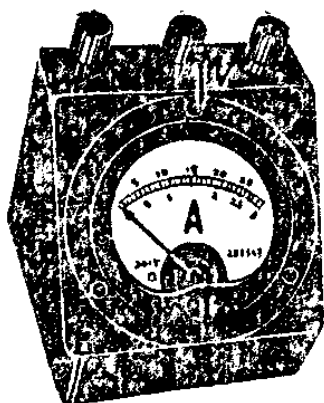

图 2-7
1. 电流表:图 2-7 画的是一只电流表的实物图,在测量电路中电流强度的时候,只要将电流表以串联方法接在电路中就可以测量了。电流通过电流表,指针就会发生偏转。在表面上有许多刻度,表示电流强度,指针偏在某一个刻度上,就表示电路中的电流是多少。